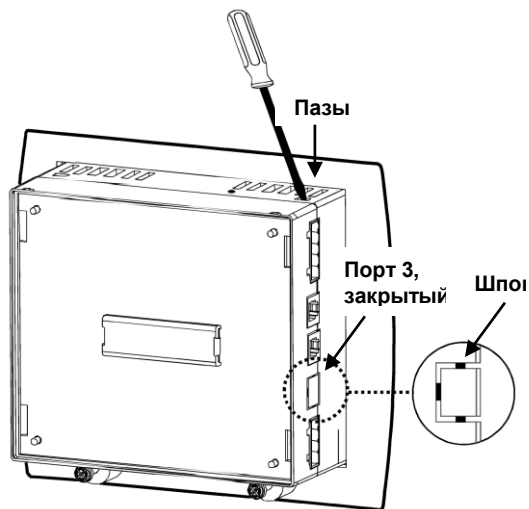

Рисунок 4 1. Открывание контроллера
2. 3. Месторасположение порта для COM 3 закрыто пластиком. Снимите пластиковую крышку с помощью режущего инструмента, чтобы прорезать шпонки, как показано на рисунке 1 Рисунок 4 1